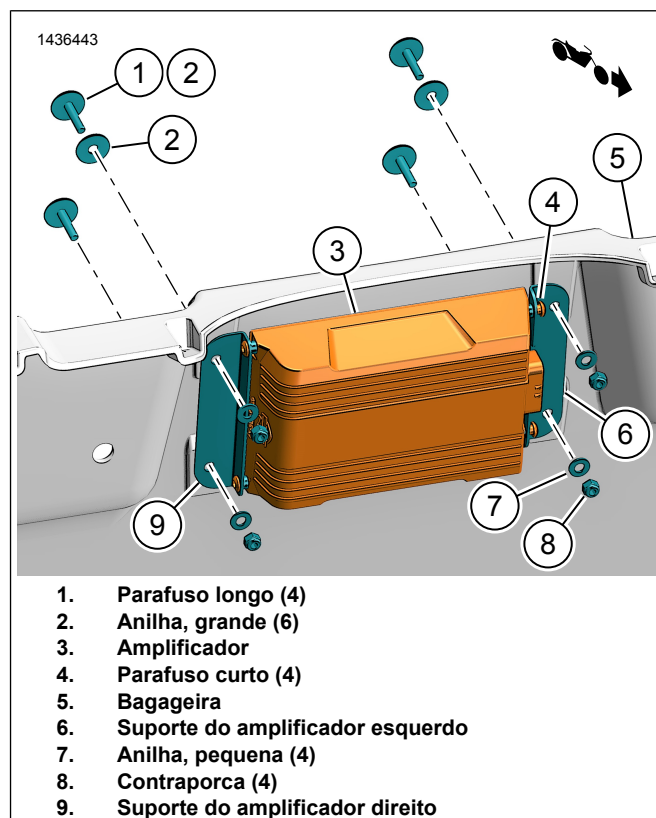

Figura 2. Suportes de montagem do amplificador
1. Ver a Figura 2. Instale os apoios de montagem do amplificador.
- a. Instale os apoios (6, 9) no amplificador (3).
- b. Instale os parafusos (4). Aperte.
Ver a Figura 2. Instale o amplificador com os apoios.